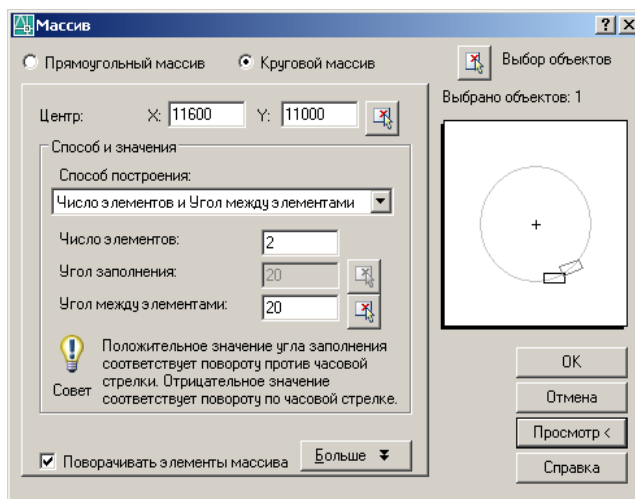

Рис.12.10.2. Окно диалога **Массив**
- В открывшемся окне диалога **Массив** (рис. 12.10.2) выполните следующие действия: